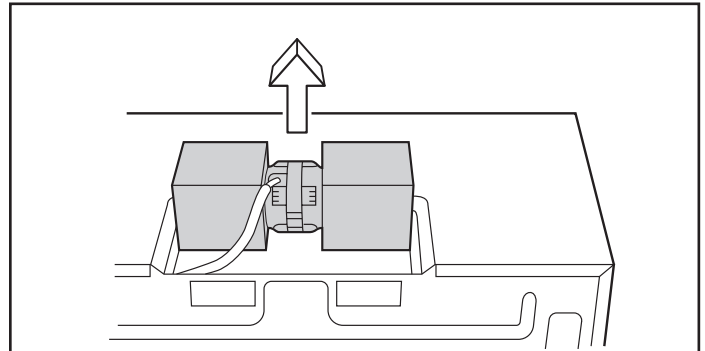

Figura 8
2. Levante la unidad de ventilador de la campana extractora y deslice los alambres afuera de la cavidad. Vea la Figura 8. Precaución: No jale o estire los alambres del ventilador de la campana.